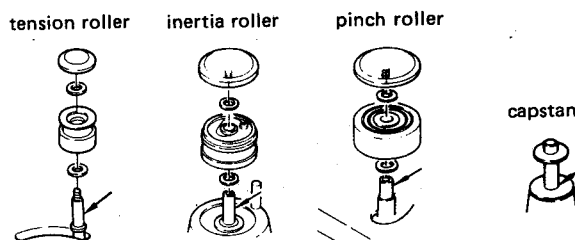

Fig. 2-19
2. テンション・ローラ, ガイド・ローラ, ピンチ・ローラには数滴, キャプスタンには一滴, それぞれ図2-19に矢印で示す個所に注油する。